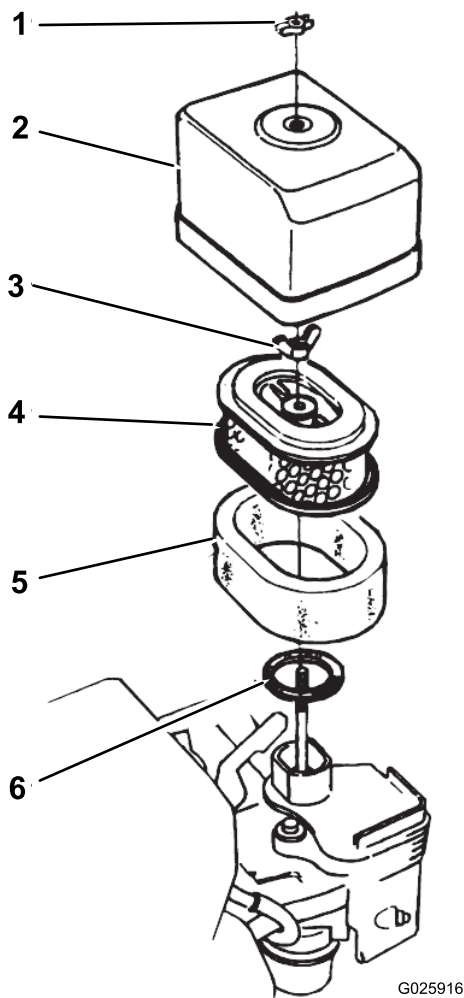

図 30
2. エアクリーナカバーをエアクリーナ本体に固定している蝶ナットを取り、カバーを外す **図 30**。
- エアクリーナにエアクリーナのカバーを取り付ける蝶ナットを使用 図 30。
- エアクリーナカバーをエアクリーナ本体に固定している蝶ナットを取り、カバーを外す 図 30。
- エアフィルタの蝶ナットを取り、フィルタを外す 図 30。
- ペーパーフィルタからpongeエレメントを外す 図 30。
1. ペーパー要素にスポンジ要素を取り付ける 図 30。
2. ガasketが磨耗や破損していないか点検する 図 30。
3. ガasketをキャブレターの吸気口に正しく取り付ける 図 30。
4. エアフィルタの要素をキャブレターに蝶ナットで取り付ける 図 30。
5. もう一つの蝶ナットで、エアクリーナカバーをキャブレターに取り付ける 図 30。